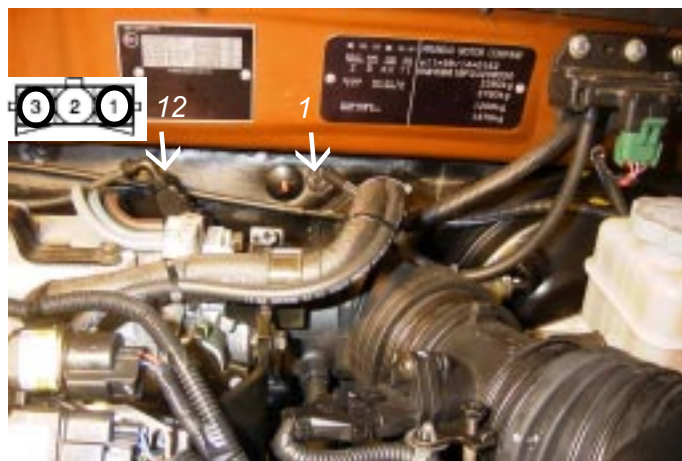

fig. 8
1. Kabeldoorvoer. Boor een gat van Ø 17mm in het schutbord tussen de bekledingdruk-ker en de gaskabeldoorvoer. Zie fig. 8. Snijd het dempingsmateriaal weg. Let bij het boren op de achterliggende delen. Knijp met een waterpomptang het dubbele plaatwerk van het geboorde gat tegen elkaar. Voer de kabelbundel t.b.v. de schakelaar vanuit de motorruimte naar binnen. Plaats een doorvoerrubber in het gat, zodat de kabelboom niet kan beschadigen!
12. TPS-signaal. De blauwe draad aansluiten op de oranje draad (pos.3) in de 3-polige connector op het smooklephuis. Zie fig. 8. De bruin/blauwe draad aansluiten op de groene draad (pos.1).